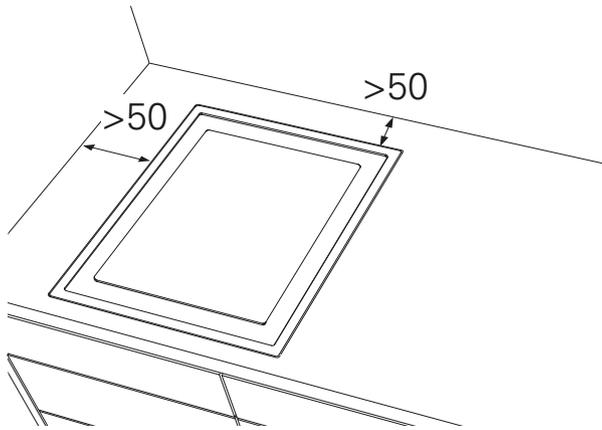

Abb. C-1 Mindestabstände zu anderen Möbeln
- ▶ Stellen Sie sicher, dass der Ausschnitt in der Arbeitsplatte zu Wänden oder Möbelstücken mindestens 50 mm entfernt ist (siehe Abbildung C-1).
① Wir empfehlen einen Einbauort, an dem auf beiden Seiten des Geräts keine höheren Möbelstücke stehen.